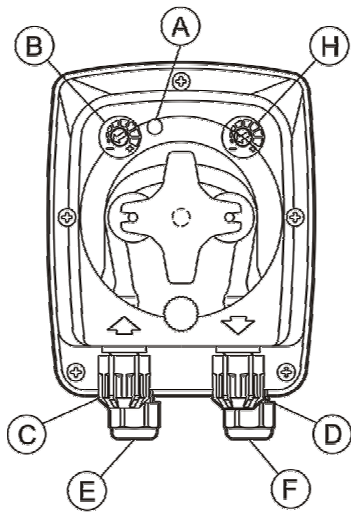

FIG. 1
CARACTERISTICAS TECNICAS (FIG.1)
La bomba 1T/2TT esta equipada con 1/2 cables de alimentación y la dosificación es temporizada, la bomba es multitensión de 24-230 voltios 50/60 Hz (ver fig.1)
La bomba esta equipada con 1 Led (A), que controla el tiempo exacto de los reguladores (B) (H) (ver fig.1)
La conexión eléctrica se debe hacer con el cable de alimentación que sale de la caja de la bomba (E) Fig.1.